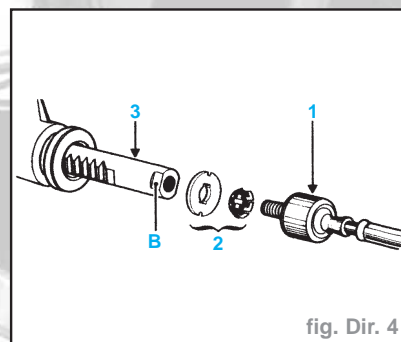

fig. Dir. 4
- Remplacer systématiquement et **IMPÉRATIVEMENT** l'ensemble (2) (fig. Dir. 4).
- Remonter sur la crémaillère (3) :
- l'ensemble rondelle butée - arrêt (2),
- la rotule axiale (1) neuve dont le filetage aura préalablement été enduit de **LOCTITE FRENBLLOC**.
- Avant le serrage définitif de la rotule axiale à l'aide de l'outil **Dir. 1305**, vérifier que les languettes de la rondelle arrêt (2) coïncident bien avec les méplats (B) de la crémaillère (fig. Dir. 4).